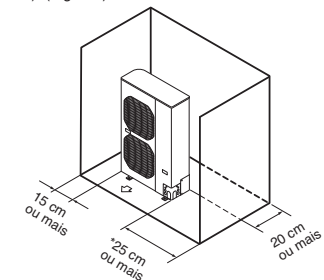

Fig. 2-2
- Proporcionar um espaço suficiente à volta da unidade para a admissão/insuflação de ar e possível manutenção. (Fig. 2-2)
- (1) Obstruções no lado esquerdo, lado direito e lado posterior (os lado frontal e a parte superior a unidade devem estar abertos). (Fig. 2-2)